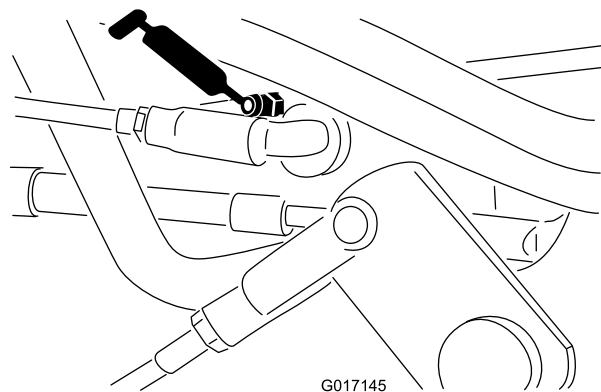
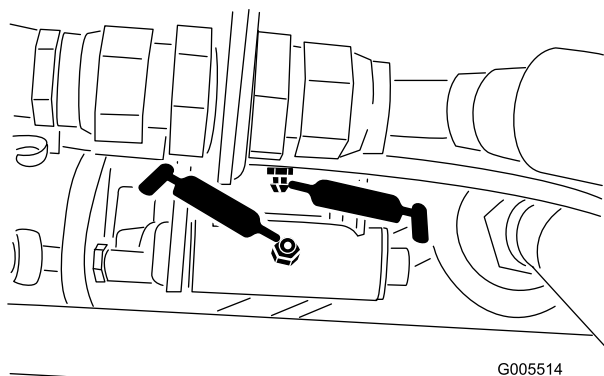

Figura 35
Figura 34
- Articulação do seletor de velocidade (Figura 34 e Figura 35)